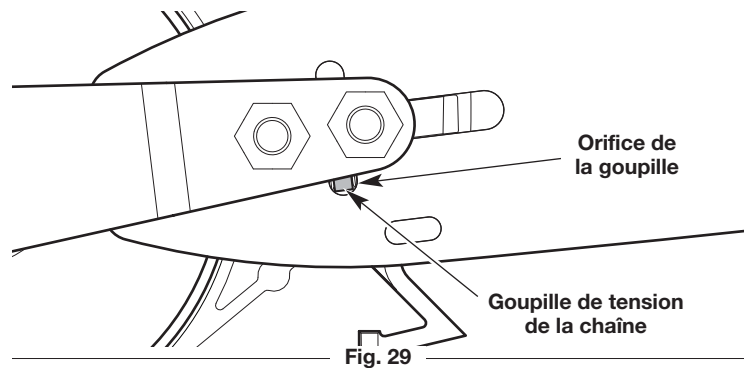

Fig. 29
1. Utiliser un tournevis à tête plate pour tourner la vis de tension de la chaîne dans le sens antihoraire (Fig. 24) jusqu'à ce que la broche de tension de la chaîne se trouve à l'extrême gauche de la surface de montage (Fig. 29).
3. S'assurer que le goujon de tensionnement de la chaîne se trouve dans l'ouverture du goujon sur la barre de guidage (Fig. 29). Au besoin, tourner la vis de tension de la chaîne pour déplacer le goujon de tensionnement de la chaîne.